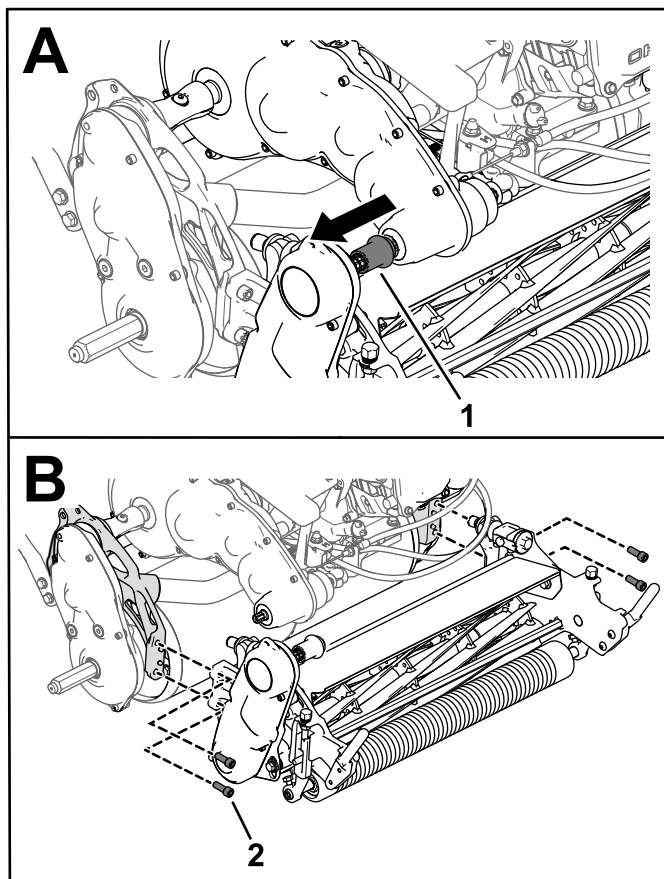

Рисунок 50
3. Отсоедините патрон привода режущего блока от вала привода трансмиссии (Рисунок 50).
4. Снимите винты с головкой под торцевой ключ, которыми режущий блок крепится к раме (Рисунок 50).